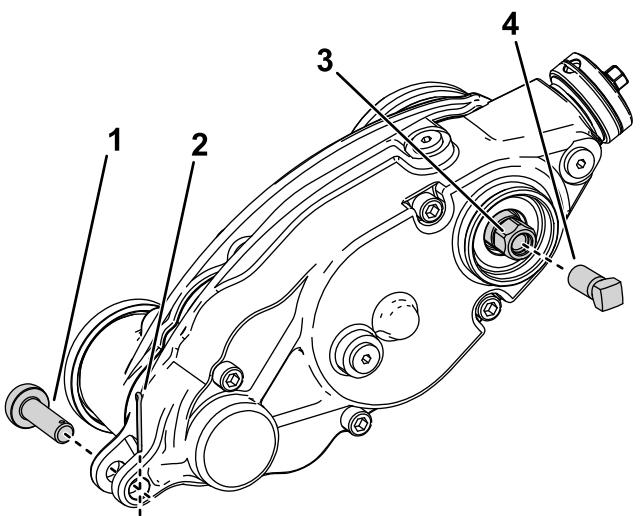

图29
3. 卸下将疏草刀驱动箱连接到调整臂的调节销和开口销 图29。
5. 如图29所示将加固螺丝零件号 1-803022——单独出售安装到疏草刀驱动六角头的内螺纹并上紧扭矩至 13.5Nm。
6. 转动疏草刀驱动六角头将疏草刀驱动箱从剪草滚刀上卸下 图29。